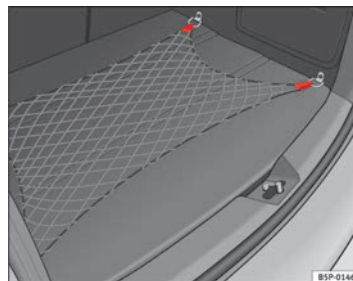

Fig. 107 Filet de rangement du coffre à bagages ►
- Utilisez les anneaux d'amarrage présents sur les côtés du coffre à bagages pour fixer le filet de rangement ⇒ fig. 107.